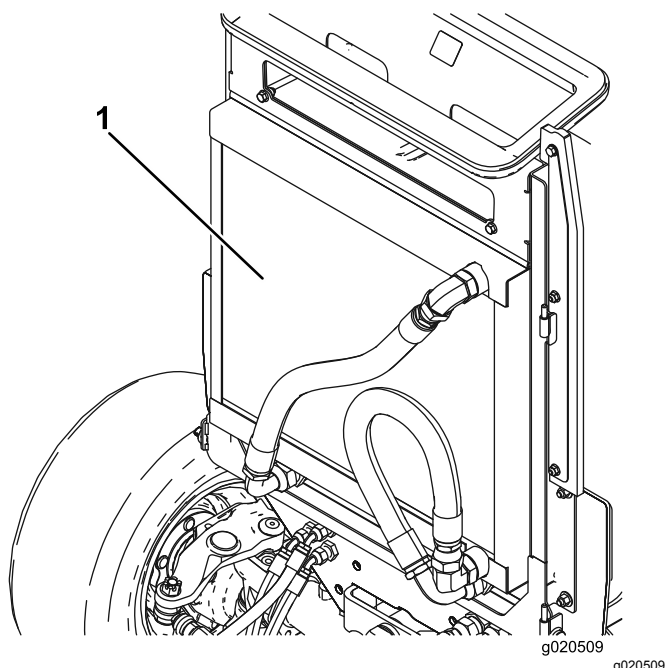

Figura 50
2. Limpie a fondo ambos lados de la zona del enfriador de aceite/radiador (**Figura 50**) con aire comprimido. Empezando en la parte delantera, sopla los residuos hacia la parte trasera. Luego, limpie desde atrás, soplando los residuos hacia